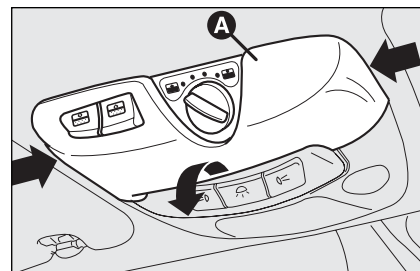

fig. 43
- ☐ quite la lámpara de techo anterior **A**-fig. 43 presionando lateralmente en la moldura como indicada por las flechas